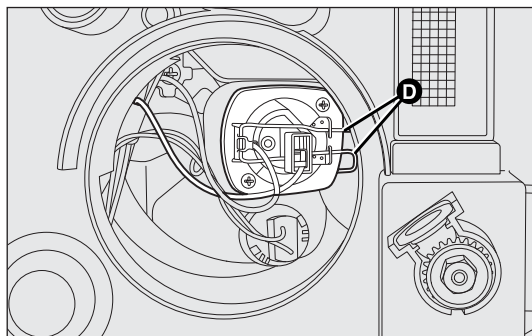

fig. 154
- ☐ desenganche los muelles de sujeción de la lámpara D-fig. 154;